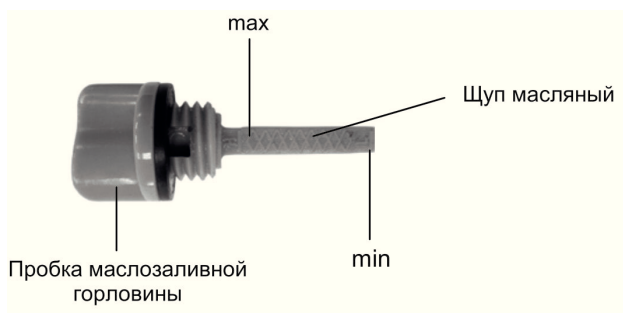

Рис. 5
3. Извлеките щуп и проверьте уровень масла. Он должен находиться между верхней и нижней отметкой контрольного щупа (рис.5). В случае необходимости долейте свежее моторное масло